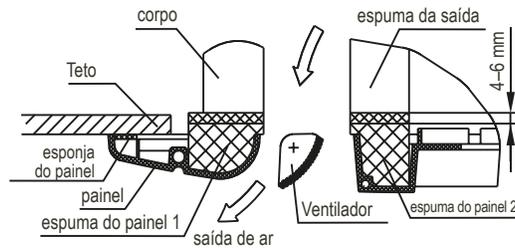

Fig. 4-16
6) Continue apertando os parafusos sob os ganchos do painel, até reduzir a espessura da esponja entre o corpo e a saída do painel para cerca de 4~6 mm. A borda do painel deve ficar bem encostada no teto. (Consulte a Fig. 4-16)